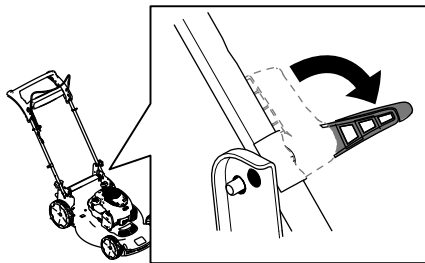

Figura 18
3. Abra las palancas de bloqueo del manillar (Figura 18).